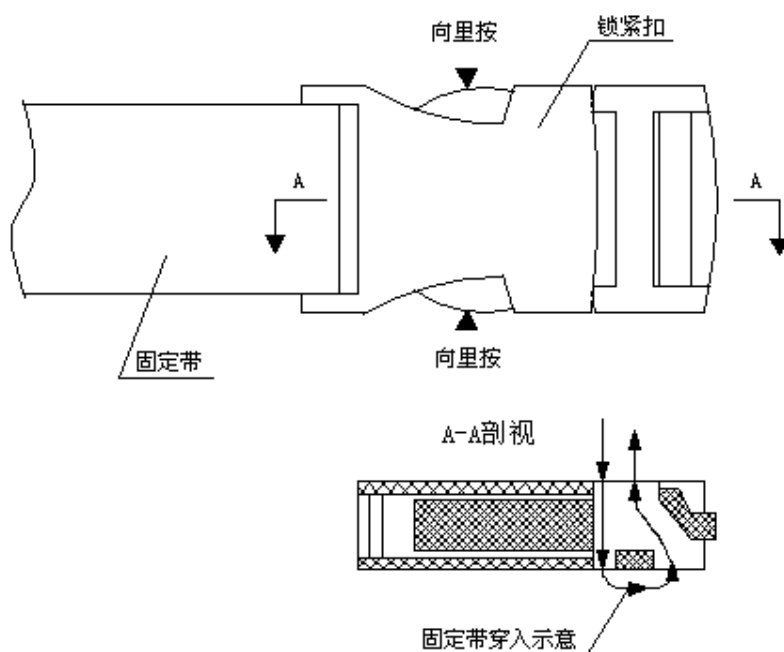

图4 锁紧扣装卸示意图
5. 锁紧扣的装卸方法如下页图 4 所示。同时按动“向里按”处“▲”“▼”所示部位，锁紧扣即可打开。固定带自由端穿入方法如图 4 中 A-A 剖视所示，注意反向将不能锁紧。